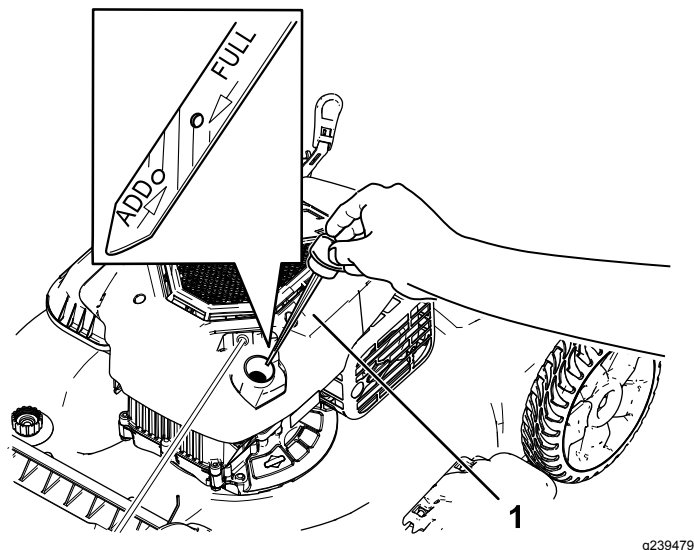

Figura 12
2. Girate il tappo in senso antiorario ed estraete l'asta di livello (Figura 12).
5. Controllate il livello dell'olio sull'asta (Figura 12).
- Se il livello di olio dell'asta è troppo basso (Figura 12), versate con cura una piccola quantità di olio detergente SAE 30 o SAE 10W-30 nel tubo di riempimento dell'olio, attendete 3 minuti e ripetete gli step da 3 a 5 finché il livello dell'olio sull'asta non risulta corretto. Per il tipo di olio, fate riferimento a 3 Riempimento del motore con olio (pagina 6).
- Se il livello dell'olio sull'asta è troppo alto (Figura 12), drenate l'olio in eccesso finché il livello dell'olio sull'asta non risulta corretto; fate riferimento a Cambio dell'olio motore (pagina 18).